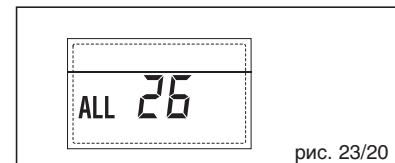

рис. 23/20
- НЕПОЛАДКА СООТВЕТСТВИЕ СОЛНЕЧНОГО НАБОРА "ТРЕВ 27" (рис. 23/21)